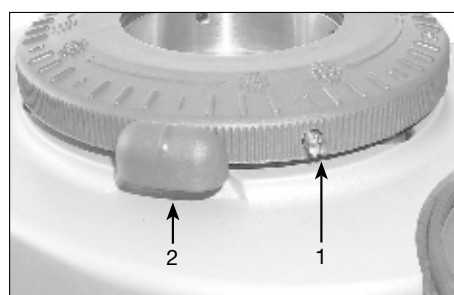

Fig. 2 - Montaggio errato
7. Infine, inserire la ghiera di regolazione facendo attenzione che la vite di bloccaggio della tramoggia si trovi in anticipo, in senso antiorario, rispetto al perno di arresto macine, così come rappresentato in figura 1. In fig.2 è mostrato, invece, un errato inserimento della ghiera di regolazione: la vite di bloccaggio tramoggia (**1**) si trova dopo il perno di arresto macine (**2**). E' di fondamentale importanza far notare che in questo caso la vite di bloccaggio tramoggia non consentirà lo scavalcamento del perno di arresto macine in fase di apertura delle macine stesse per cui, trovandosi le macine già a contatto, risulterà impossibile raggiungere la giusta granulometria del macinato ed il caffè non scenderà dal beccuccio o scenderà a gocce.